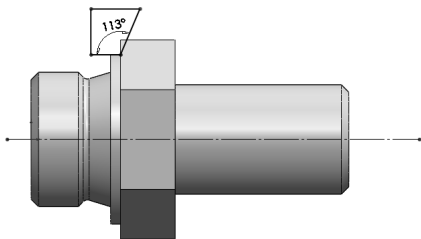

图 2-87 绘制用于旋转切除的草图
STEP 3 在前视基准面中, 绘制如图 2-87 所示草绘图形。